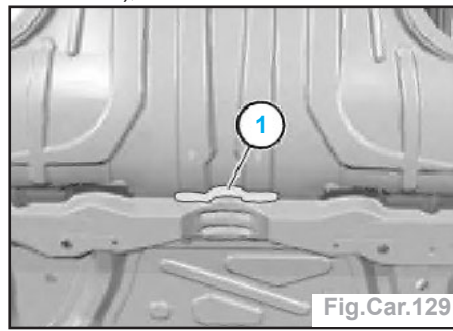

Fig.Car.129
- Déposer la plaque-support (2).
- les cordons de soudure dans la zone (1) sous la plaque-support enlevée (Fig. Car.129),
- Soudier la zone (1) en bouchon (Fig. Car.129).